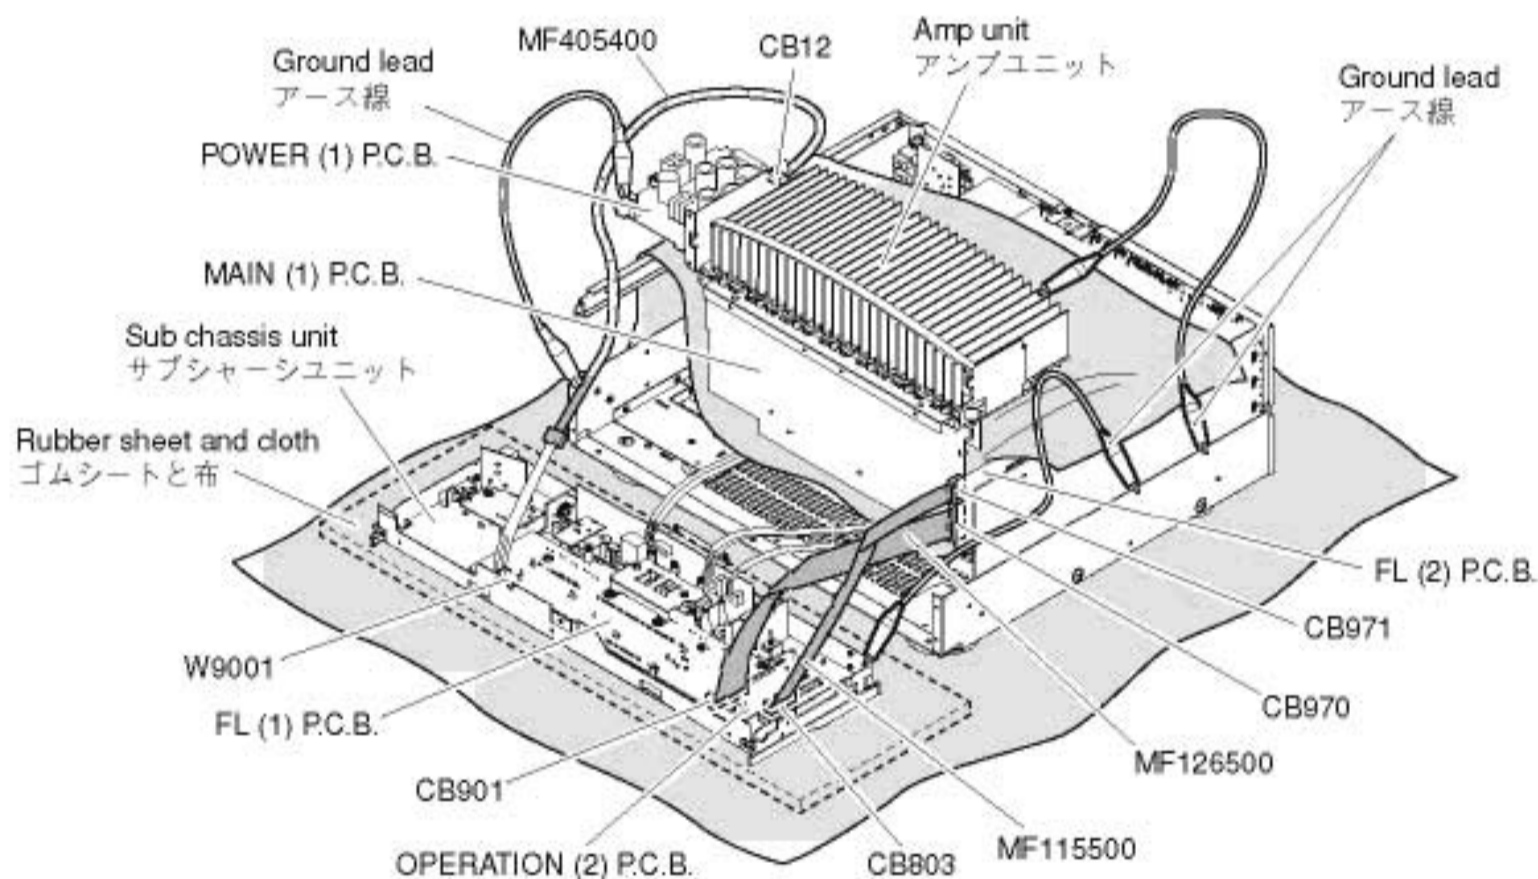

Fig. 10
- Place the sub chassis unit on top of the rubber sheet and cloth. (Fig. 10)
- Put the amp unit together with the heat sink upright and check. (Fig. 10)
- In main unit, the ground of sub chassis unit and amp unit is connected to the main unit. When this sub chassis unit and amp unit are removed from main unit, connect the ground to the main unit, using a ground lead or such. (Fig. 10)
- サブシャーシユニットをゴムシートと布の上に置きます。(Fig. 10)
- アンプユニットはヒートシンクといっしょに立ててチェックします。(Fig. 10)
- 本機ではサブシャーシユニットおよびアンプユニットのアースが本機に接続されています。サブシャーシユニットおよびアンプユニットを本機より取り外した場合は、リード線等でアースを本機に接続してください。(Fig. 10)